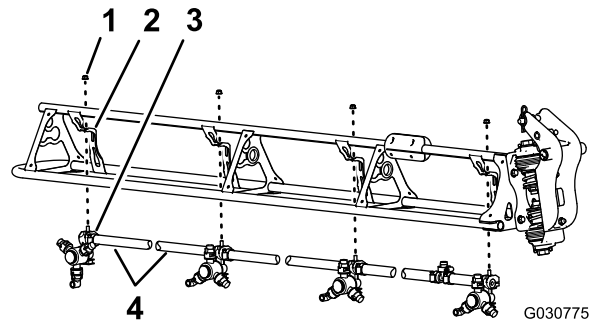

図 97
1. ふたつのノズルの間でホースを切断する 図 97。
2. ノズルをノズルサポートに固定しているフランジロックナット5/16 インチを外す 図 97。